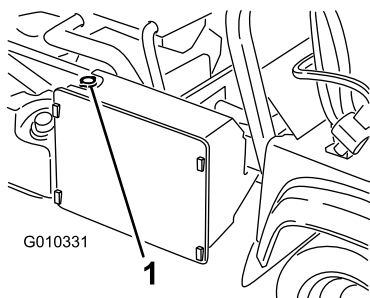

Figura 52
3. Retire el tapón del radiador (Figura 52).
7. Rellene el radiador y coloque el tapón (Figura 52).